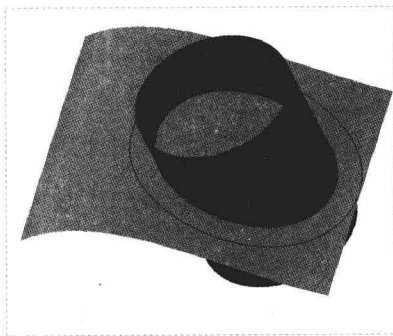

图 9-6 偏移线条
Step 04 单击“应用并保存在工具中所做的所有更改，然后关闭工具操控板”按钮 , 即可偏移线条，如图 9-6 所示。